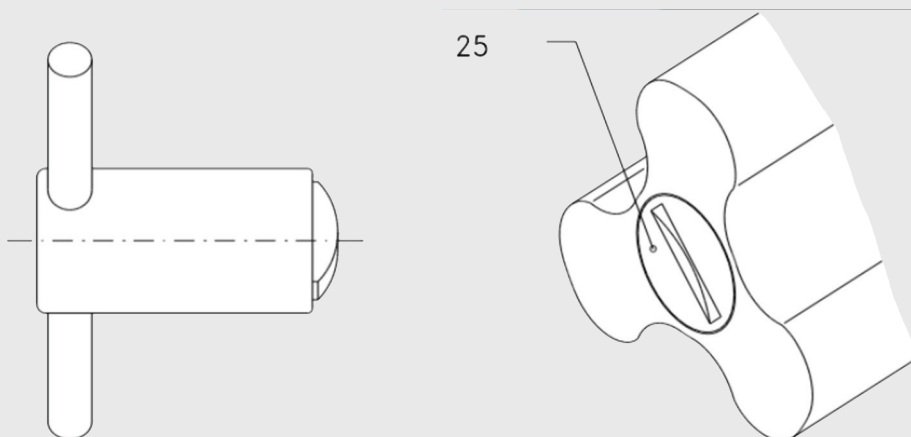

Figura 8.1: llave
- Saque las tuercas-ciegas (45). Se han previsto entalladuras en cuatro puntos de la circunferencia, con las cuales la tapa bomba, si es necesario, puede arrancarse, p.ej., con ayuda de un destornillador.
- Suelte los tornillos lóbulo (25) con ayuda de una llave, según figura 8.1. Estos tornillos llevan rosca derecha. Con el fin de imposibilitar que los lóbulos giren simultáneamente, se pueden colocar unos bloques de madera o de nylon entre los lóbulos (posición de los bloques: uno a la izquierda delante del tornillo lóbulo superior y el otro a la derecha delante del tornillo lóbulo inferior).
- Compruebe que la junta tórica (80) está en buen estado.
- Compruebe que las juntas tóricas (80) de los tornillos lóbulo (25) todavía están en buen estado y se sitúan bien en la ranura.
- Fije los lóbulos con los tornillos (25) y las arandelas (35). Apriete los tornillos con una llave según figura 8.1. Para impedir que los lóbulos giren simultáneamente, se puede colocar un bloque de madera o de nylon entre los lóbulos.